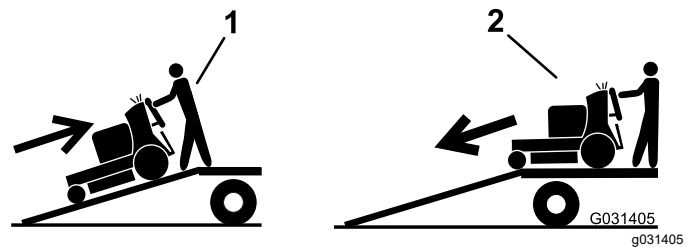

Figure 56
5. Montez la rampe en marche arrière (Figure 56).